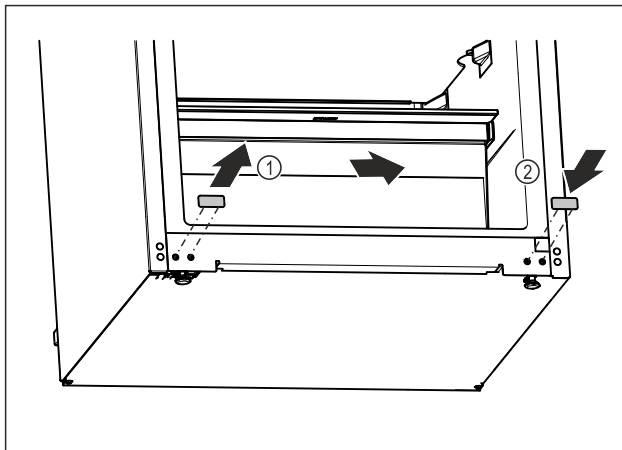

Fig. 20
- ▶ Húzza ki a fedődugót. Fig. 20 (1)
- ▶ Helyezze fel a fedődugót a másik oldalon. Fig. 20 (2)